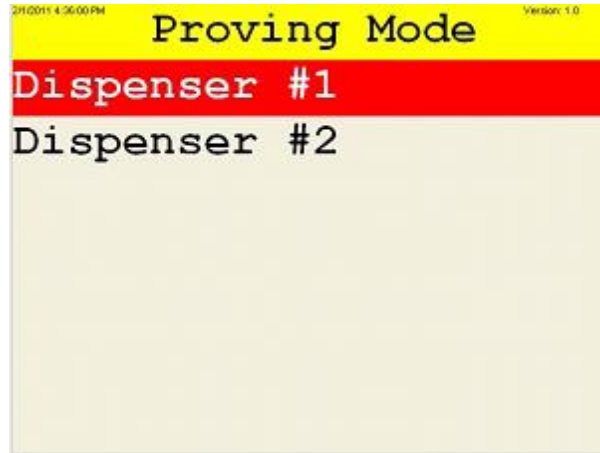

Figure 5: Dispenser Selection Screen | écran de sélection du distributeur
5) Using the '2' key as "up" and '8' key as "down", select the dispenser that you want to operate (figure 5), then press ENT.
5) Choisir le distributeur à opérer à l'aide de la touche '2', pour monter, et de la touche '8', pour descendre (figure 5), puis appuyer sur ENT.